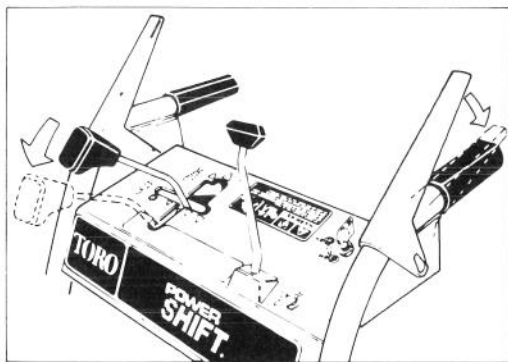

Abbildung 12
4. Langsam 0,62 Liter SAE 5W30 oder SAE 10 Öl in die Einfüllöffnung gießen (Abb. 12). Für den Motor ist ausschließlich hochwertiges HD-Öl der API-Klasse SC, SD, oder SE zu benutzen.
2. Um die Räder in die Vorderstellung oder Rückwärtsstellung zu bringen, die Schaltstange komplett nach vorn in die Power Shift-Stellung bringen und halten (Abb. 12).
3. Den Antriebshebel voll einrasten, um die Räder in die Power Shift-Stellung zu bringen (Abb. 12 und 13).